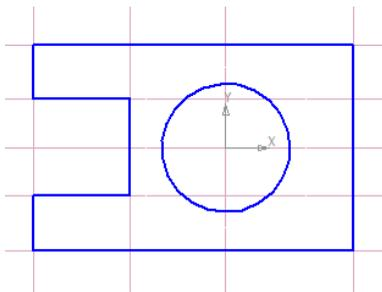

Рис.3
**Окружность** . Задать центр в точке начала координат, внизу, в **Панели свойств**, ввести в поле **Диаметр** значение **40** и нажать **Enter** (см. рис. 3).